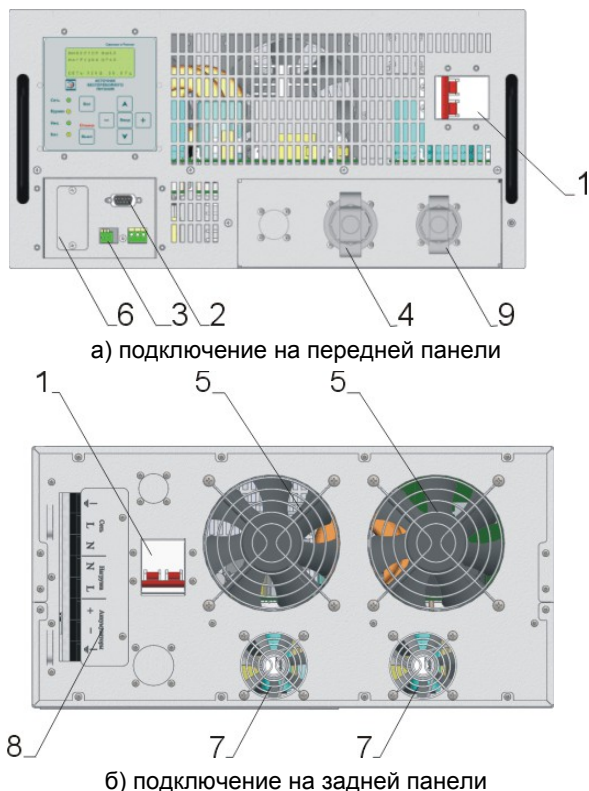

Рис. 2 Внешний вид блоков ИБП:
В первом варианте на передней панели блока ИБП (см. рис.2а) расположены: разъем для подключения питающей электросети и нагрузки, разъем для подключения аккумуляторного модуля, автомат защиты сети, коммуникационный порт RS-232 (опция), разъемы дистанционной сигнализации (опция), либо разъемы защиты линий связи (опция), слот для подключения SNMP адаптера (опция).
В варианте заднего подключения клеммные колодки и автомат защиты сети находятся на задней панели (см. рис.2б).
- отключить ИБП от сети электропитания, выключив автоматический выключатель (см. рис.2);
6.4.1. для варианта заднего подключения - к соответствующим контактам клеммной колодки ИБП (8) рис.2б согласно маркировке на крышке клеммной колодки.
6.4.2. для варианта переднего подключения – кабель сетевого питания и нагрузки с ответным разъёмом, входящий в комплект поставки ИБП, к силовому разъёму (4) блока рис.2а. Зафиксируйте разъём, закручивая его накидную гайку. **Маркировка проводников сетевого кабеля: жёлто-зелёный – заземление, чёрный – фаза «вход», синий – нейтраль «вход», коричневый – фаза «выход», белый (красный) – нейтраль «выход».**
6.6. для варианта переднего подключения – помощью кабеля аккумуляторного модуля к разъёму постоянного тока (9) рис.2а. **Маркировка проводников кабеля постоянного тока: жёлто-зелёный – заземление, коричневый – «плюс», синий – «минус».**